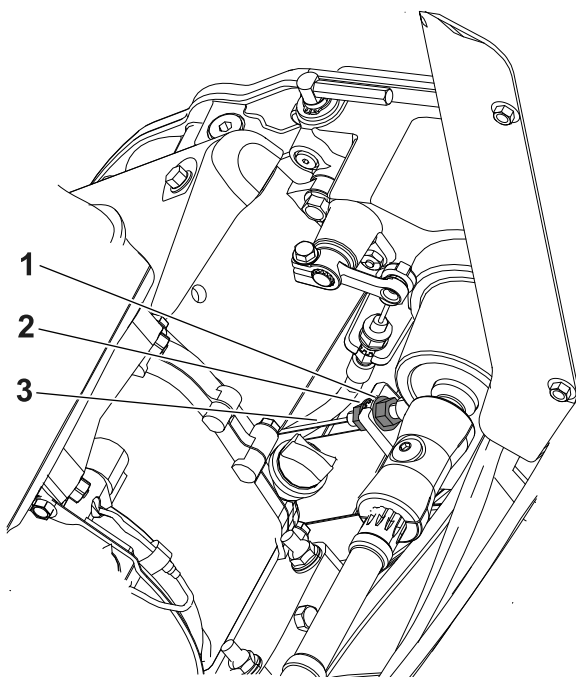

Bild 36
2. Lösen Sie die hintere Klemmmutter und ziehen Sie die vordere Klemmmutter an (Bild 36).